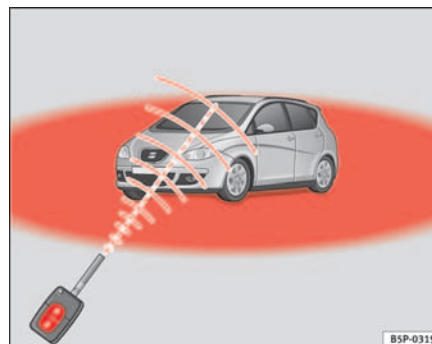

Abb. 65 Wirkungsbereich der Funkfernbedienung
- Die Funkfernbedienung funktioniert nur, wenn Sie sich im Wirkungsbereich befinden ⇒ Seite 103, Abb. 65 (rote Fläche).